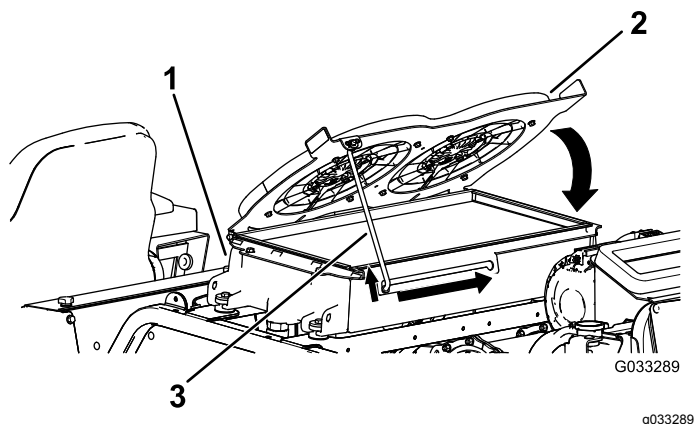

Figura 120
4. Rode as ventoinhas do refrigerador hidráulico para baixo e fixe a barra de apoio no entalhe (Figura 120).